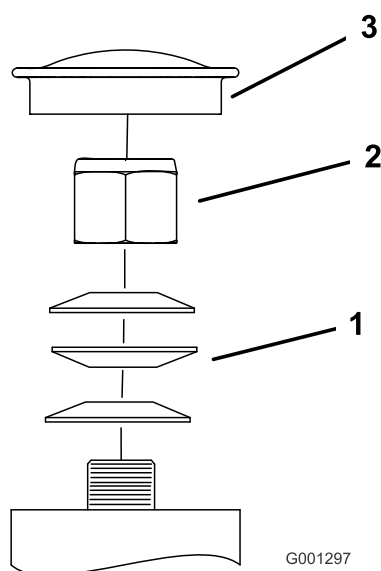

Figure 65
3. Retirez le capuchon antipoussière de la roue pivotante et serrez le contre-écrou (Figure 65).
4. Continuez de serrer le contre-écrou jusqu'à ce que les rondelles élastiques soient aplaties, puis desserrez-le de 1/4 de tour pour obtenir la précharge correcte des roulements (Figure 65).
Important: Veillez à placer les rondelles élastiques comme montré à la Figure 65.
5. Remettez le capuchon antipoussière en place (Figure 65).